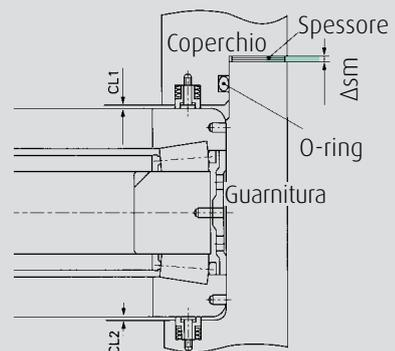

Fig. 3.45 Montaggio con molle di precarico
11. Dopo il montaggio, verificare che  $CL1 + CL2 = 0,5 \text{ mm}$ . (Fig. 3.45)